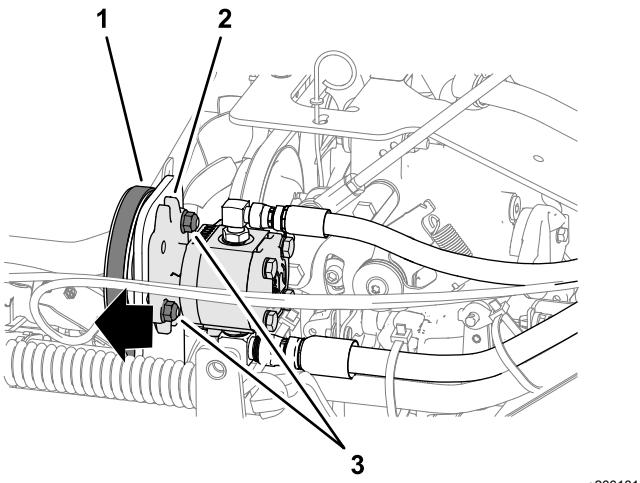

Bild 51
3. Lösen Sie die beiden Sicherungsbundmuttern (3/8"), mit denen die Hilfspumpe an der Montagehalterung befestigt ist (Bild 51).
4. Schieben Sie die Pumpe in den Schlitten nach außen (Bild 51) und drehen Sie die Sicherungsbundmuttern bis auf ein Drehmoment von 37 bis 45 Nm an.